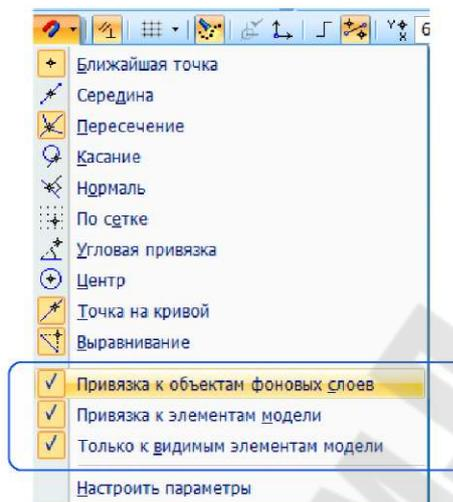

Рисунок 3 - Привязки режима Эскиз
- при создании геометрических объектов в эскизе можно использовать глобальную и локальную привязки к геометрическим объектам эскиза и к объектам модели (рисунок 3):